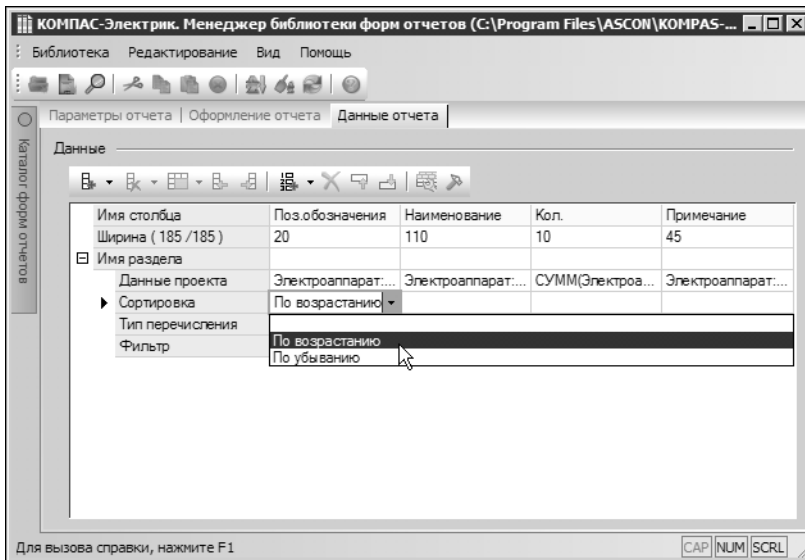

Рис. 14.22. Выбор сортировки
- Чтобы строки в отчете были отсортированы по позиционному обозначению электроаппаратов, щелкните в ячейке *Поз. обозначение* строки **Сортировка**, нажмите кнопку с треугольником в правом углу ячейки. Выберите вариант сортировки — *По возрастанию* (рис.14.22).